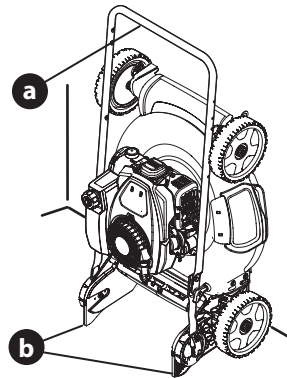

Figura 21
6. Levantando de la manija (a), incline la cortadora hacia arriba sobre las ruedas traseras y hacia atrás del soporte de la manija (b) (Figura 21).
2. Para desplegar la manija, destrabe las dos palancas de liberación de la manija (recuadro, Figura 21) y realice los PASOS 5-8 de Configuración, Manija de almacenamiento vertical en la página 23.